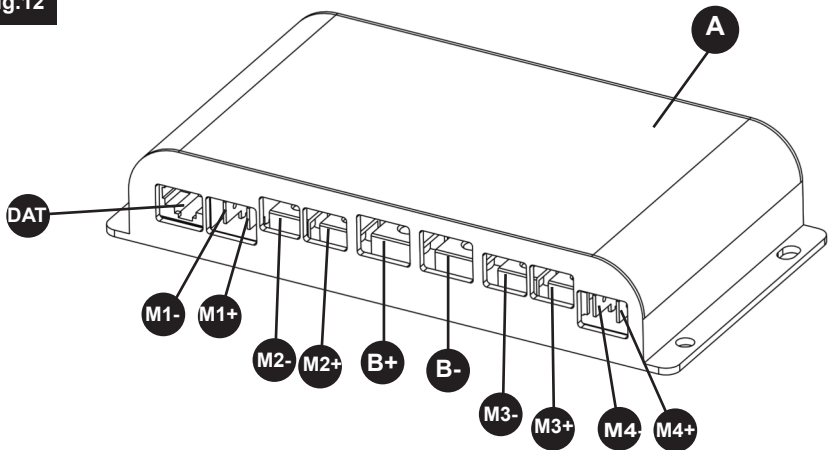
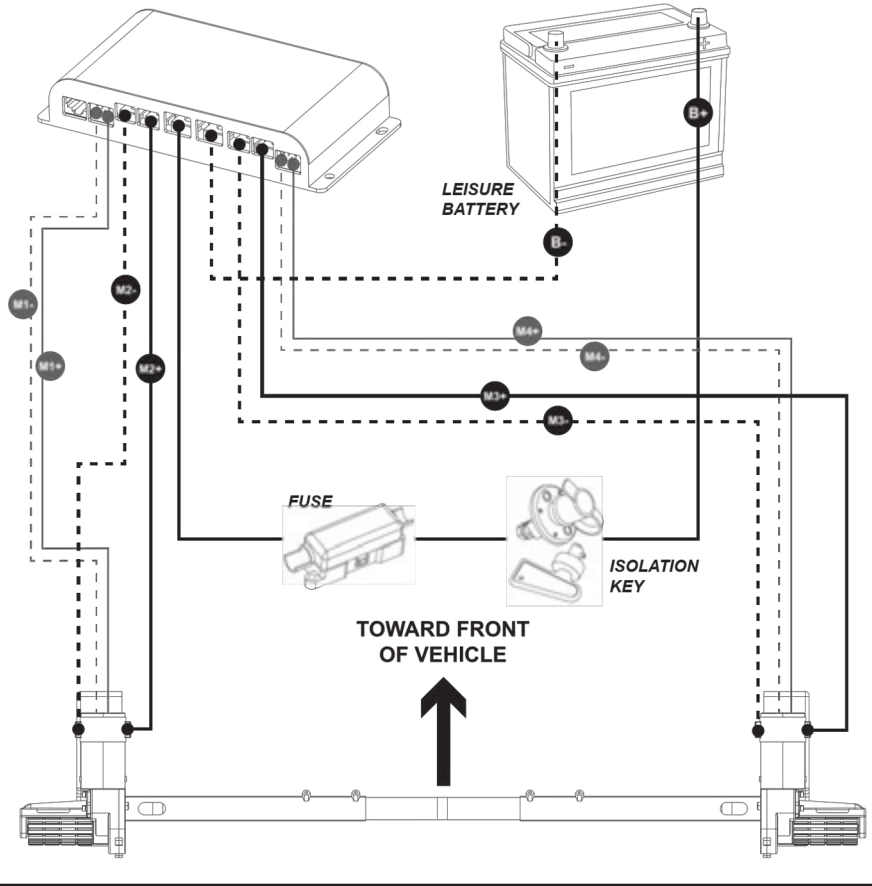

Fig.13
Fig.14
Studiare la Fig.13. Lo schema di cablaggio (Fig.13) rappresenta il percorso del cablaggio quando si installano le unità motore davanti alle ruote/assale, di fronte alla parte posteriore del rimorchio. La Fig. 14 mostra la polarità dei terminali sui motori. Si noti che queste posizioni rimangono le stesse indipendentemente dal fatto che il motore sia il mover sinistro o destro.
Installare l'interruttore di isolamento (29) tra la batteria e l'unità di controllo (Fig. 13) sul cavo positivo [+] (14), utilizzando due connettori ad anello da 6 mm (23) per collegare il cavo ai terminali dell'interruttore. Questi connettori dovranno essere crimpati all'estremità dei fili. Assicurarsi di lasciare una lunghezza di filo sufficiente per arrivare dalla batteria all'interruttore di isolamento e dall'interruttore di isolamento alla scatola elettronica.
Con i fili della batteria in dotazione (14,15), procedere al cablaggio della batteria alla centralina elettronica, attraverso l'interruttore di isolamento e il fusibile precedentemente installati, come indicato nello schema di cablaggio (Fig.13). I connettori ad anello con terminale da 6 mm sono già attaccati ai fili della batteria per il collegamento alla scatola elettronica, mentre due misure di connettori ad anello (22,23) sono forniti per il collegamento alla batteria stessa
I fili del motore (12,13) devono ora essere collegati al sistema. Sempre utilizzando la Fig. 13 come riferimento, procedere a far passare i fili del motore (12,13) attraverso il foro precedentemente praticato nel pavimento del veicolo e lungo la parte inferiore del veicolo verso i motori designati. Vengono forniti vari componenti che aiuteranno il fissaggio sicuro di questi fili, tra cui: Canalina per cavi (11) - per proteggere i cavi dai bordi taglienti, pinze/viti a P (19,20,21) - per montare i cavi sulle superfici, e fascette (27) - per fissare i cavi insieme o alle sezioni del telaio dove necessario. Vengono forniti anche i marcatori del numero del cavo (25) e della polarità (26) per aiutare l'etichettatura dei fili per facilitare l'installazione. Quando si instradano i cavi, cercare di mantenerli il più possibile al centro della roulotte per cercare di mantenere i cavi della stessa lunghezza.
Una volta che tutti i cavi sono collegati correttamente come da Fig.13, l'installazione elettrica è completa.